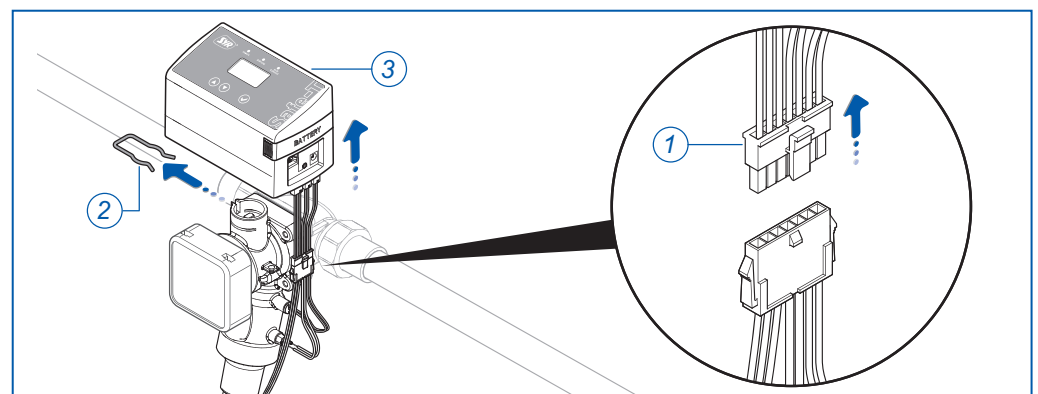

Abb. 9: Steuerung demontieren
- ▶ Lösen Sie alle seitlichen Steckverbindungen und trennen Sie den 7-poligen Adapter (1, Abb. 9).